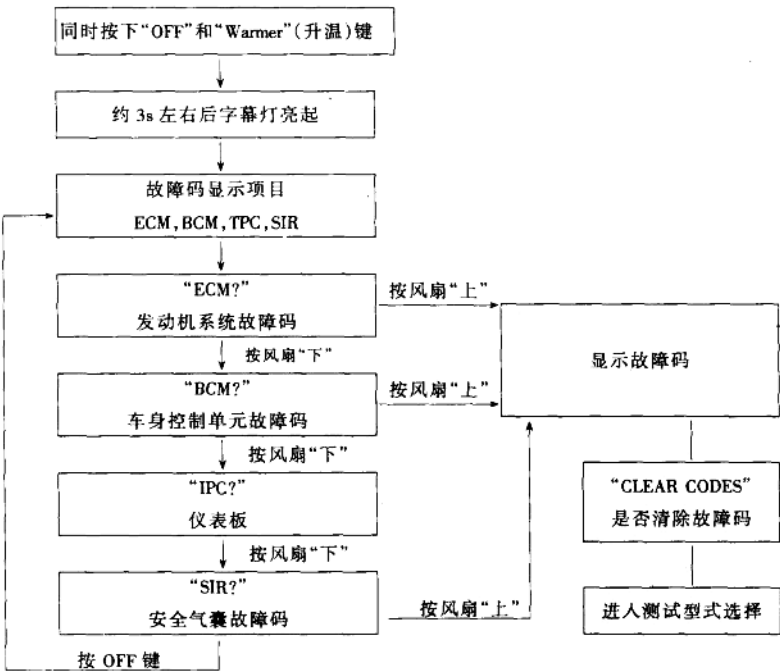

图 1-1-1-3 故障码读取程序及要求
(3)故障码及其读取 Reatta、Riviera、Tornado 和 Trofeo 4 种车型的故障读取程序及要求, 见图 1-1-1-3。